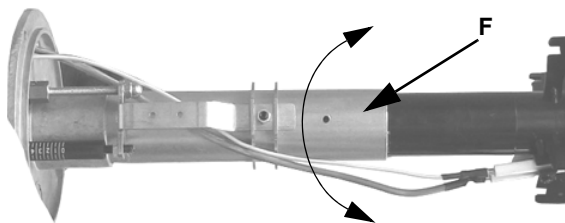
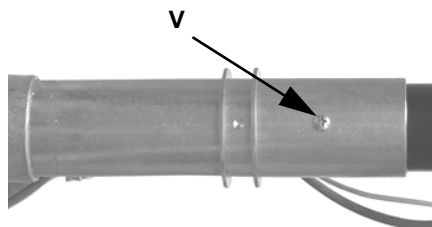

Fig. 17
Fig. 18
- 5 Rimuovere la flangia e la testa di combustione insieme (Fig. 17).
- 7 Svitare la vite **V** che fissa la testa di combustione al tubo testa, girare la testa di 180° come indicato in(Fig. 17), fino a incontrare il foro **F**, e fissare nuovamente la vite **V**(Fig. 17 - Fig. 18).